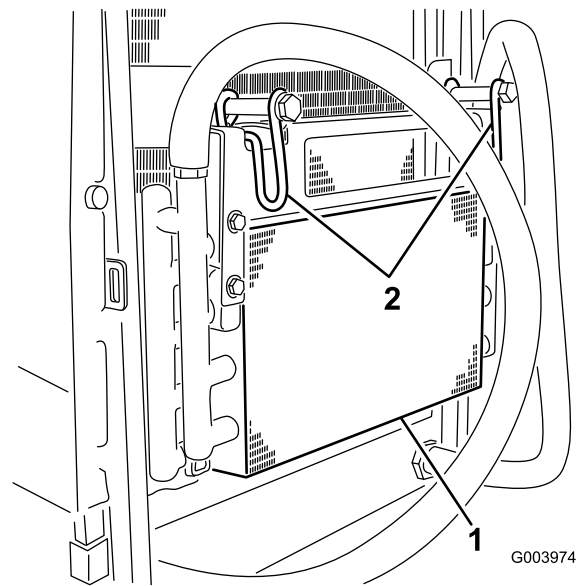

図 63
5. オイルクーラのラッチを内側に倒してオイルクーラを外す 図 63